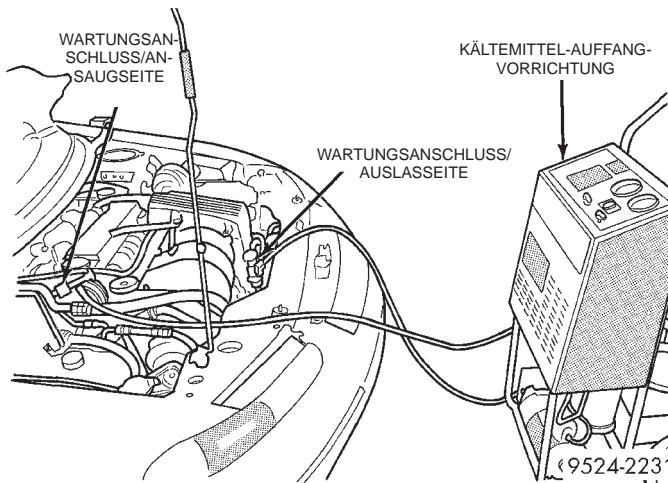

Abb. 3 Kältemittel-Auffangvorrichtung anschließen
(1) Eine geeignete Befüllstation, eine Kältemittel-Auffangvorrichtung und ein Mehrfach-Manometer mit Unterdruckpumpe anschließen (Abb. 3).
(2) Die Ventile auf der Hoch- und auf der Niederdruckseite öffnen und die Unterdruckpumpe betätigen. Vor dem Befüllen des Systems die Unterdruckpumpe mindestens 45 Minuten lang laufen lassen, um alle Feuchtigkeit zu beseitigen. Sobald der Wert für den Ansaugdruck 45 Minuten lang bei mindestens -88 kPa (-26 Zoll Hg) Unterdruck gehalten wird, alle Ventile schließen und die Unterdruckpumpe abschalten. Falls das System den vorgeschriebenen Wert nicht erreicht, liegt vermutlich eine Undichtigkeit in der Klimaanlage vor, die beseitigt werden muß. Falls die Anlage den vorgeschriebenen Unterdruckwert mindestens 30 Minuten lang gehalten hat, die Unterdruckpumpe betätigen. Anschließend die Ventile der Ansaug- und der Auslaßseite öffnen und die Anlage weitere 10 Minuten mit Unterdruck beaufschlagen.